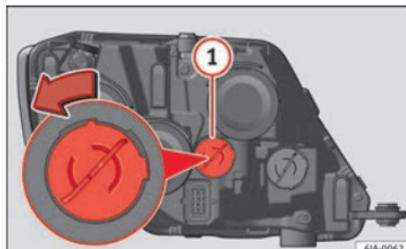

Fig. 94 Sostituzione della lampadina delle luci diurne.
- Girare il portalampada » **fig. 94** ① in senso antiorario e toglierlo.